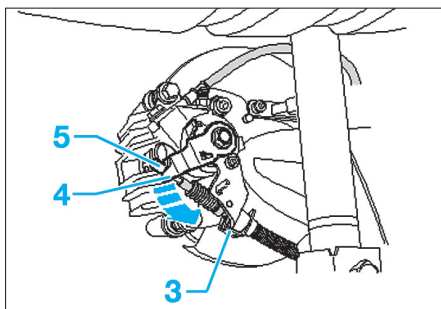

Fig. 10
- Déposer le clip (3) (Fig.10).